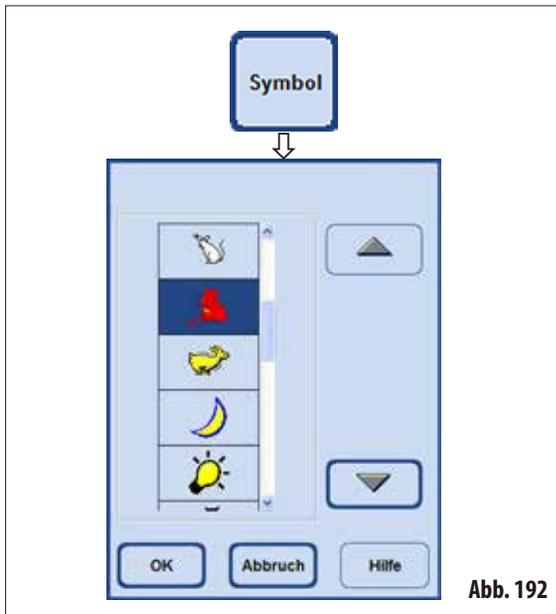

Abb. 192
- Die Taste **SYMBOL** drücken, ein Auswahlfenster mit verschiedenen Symbolen erscheint (Abb. 192).